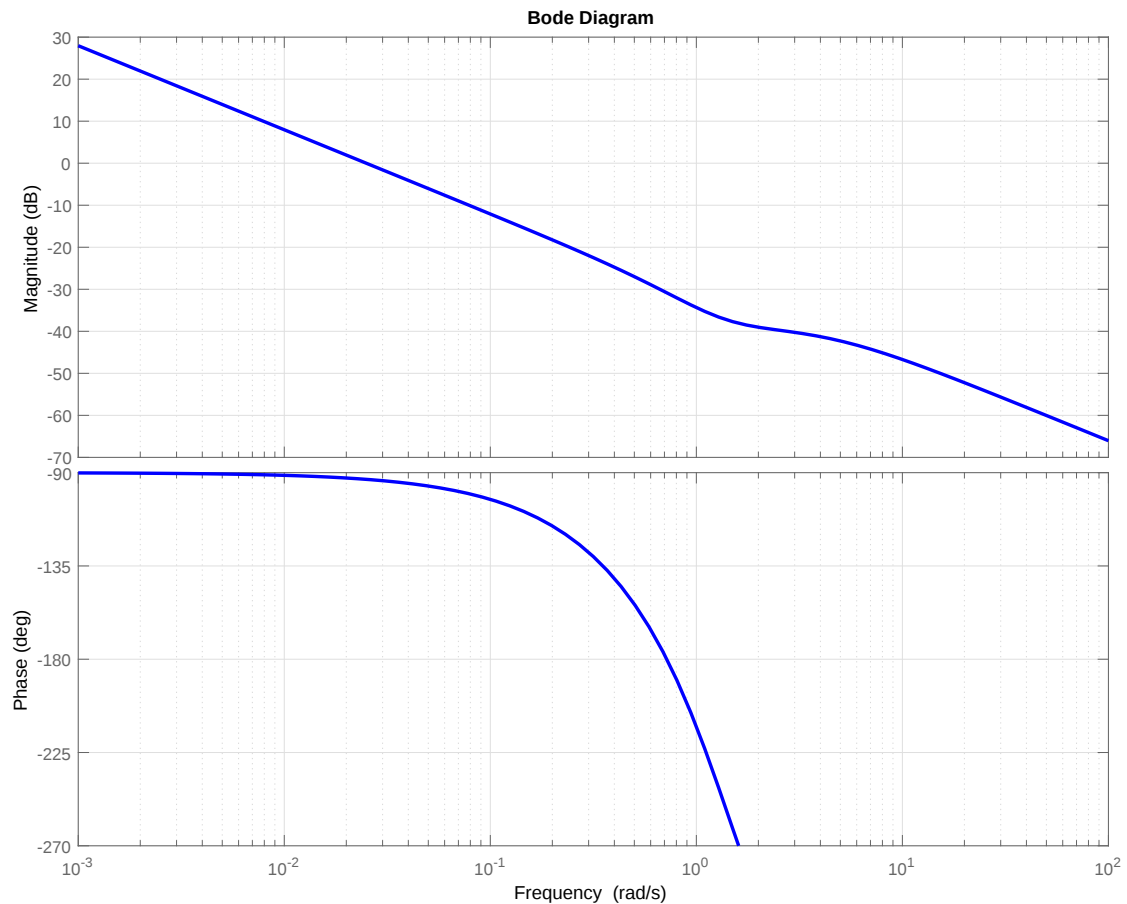

Abbildung 1
c) Abbildung 1 zeigt das Bodediagramm von $F_o(s)$ aus dem vorigen Aufgabenteil mit $k = 1$: